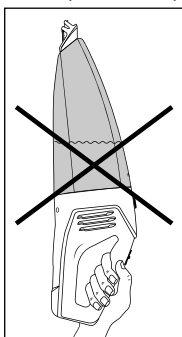

Fig. 4
- Se o aparelho for transportado na horizontal ou com o bocal para líquidos **1** virado para cima, poderá sair líquido do mesmo (ver fig. 4 e 5):